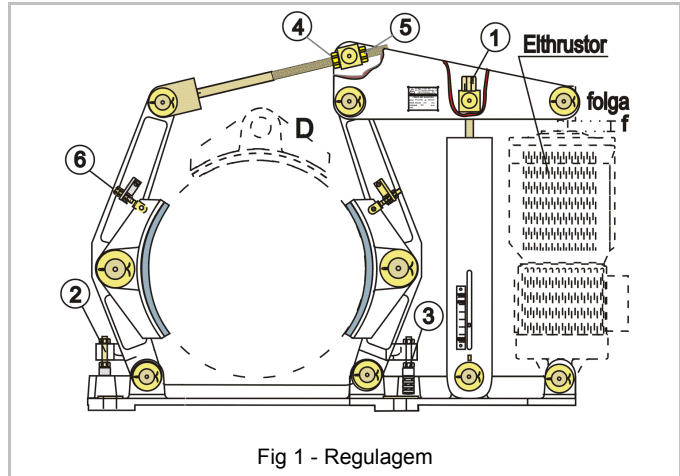

Fig 1 - Regulagem
2.1 Dar a pressão desejada à mola, usando a porca 1. (fig. 1).